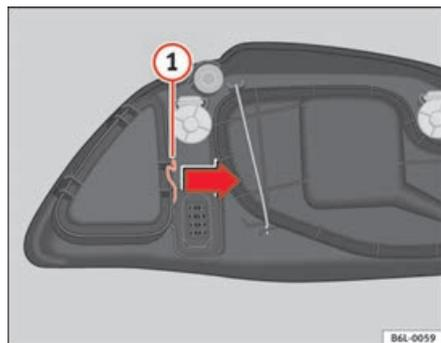

Fig. 157 Indicatore di direzione
- Far scorrere il tirante (1) ⇒ fig. 157 nel senso della freccia e sfilare la chiusura.